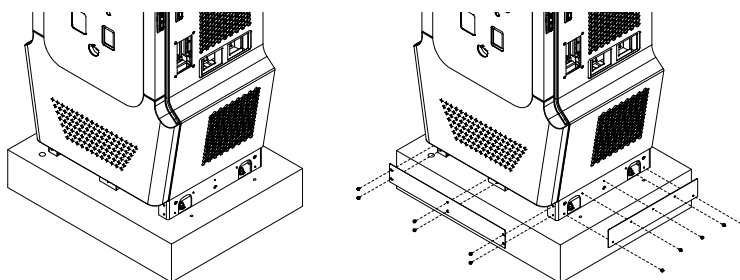

Figura 16. Instalación de la tapa de la base
4) Fije la tapa de la base (incluida en el paquete de accesorios) al EVSE. Véase la figura 16.